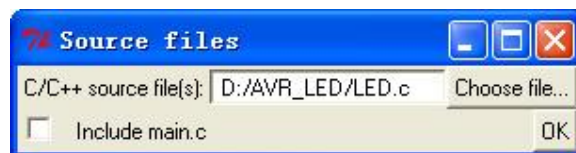

图 4 选择主文件
3.6 点击: Make-->C/C++ Source Files.....出现选择文件名的对话框, 如图 4 所示, 请用 “Choose file...” 钮选择你所要编译的文件, 注意, 一定要将 Include main.c 前面的勾去掉, 除非你的确有一个名为 main.c 的文件。